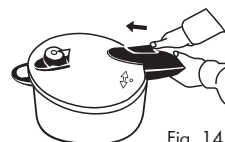

Fig. 14
a) Far scorrere la chiusura al centro del coperchio (Fig. 14).